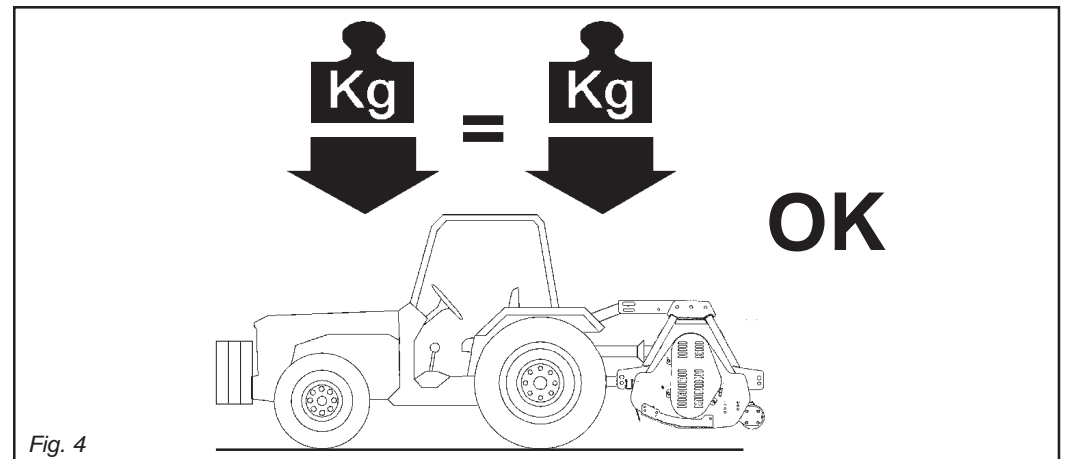

Fig. 4
- 8) L'applicazione della macchina al trattore, comporta una diversa distribuzione dei pesi sugli assi. È consigliabile pertanto aggiungere apposite zavorre nella parte anteriore del trattore in modo da ripartire adeguatamente il peso sugli assi (Fig. 4).
- 8) *Assembly of a implement on the tractor will shift the weights on the axles. It is therefore advisable to add weights to the front part of the tractor in order to balance the weights on the axles themselves (Fig. 4).*
- 8) Aplicarea utilajului la tractor, manifestă o distribuție diversă a greutăților pe axe. Așadar, se recomandă adăugarea unor greutăți în partea anterioară a tractorului, pentru echilibrarea greutăților pe axe. (Fig. 4).